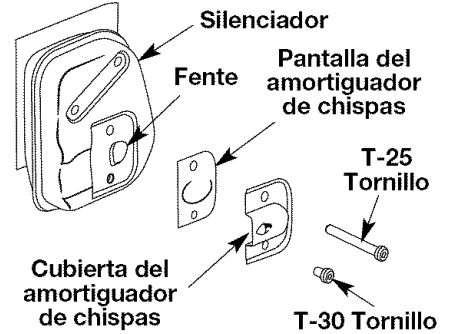

Fig. 35
2. Con un destornillador de vástago plano o broca Torx T20 y Torx T25, saque el tornillo que conecta la cubierta del amortiguador de chispas al silenciador (Fig. 35).